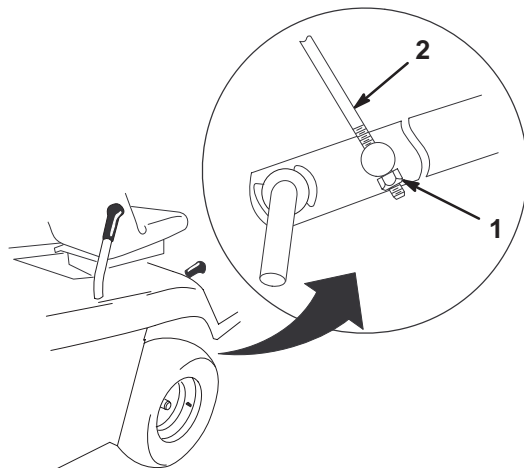

Bild 44
4. Stellen Sie die M8-Sicherungsmuttern am Ende der Höheneinstellungsstange so ein, dass die Stange etwas angespannt ist (Bild 44).